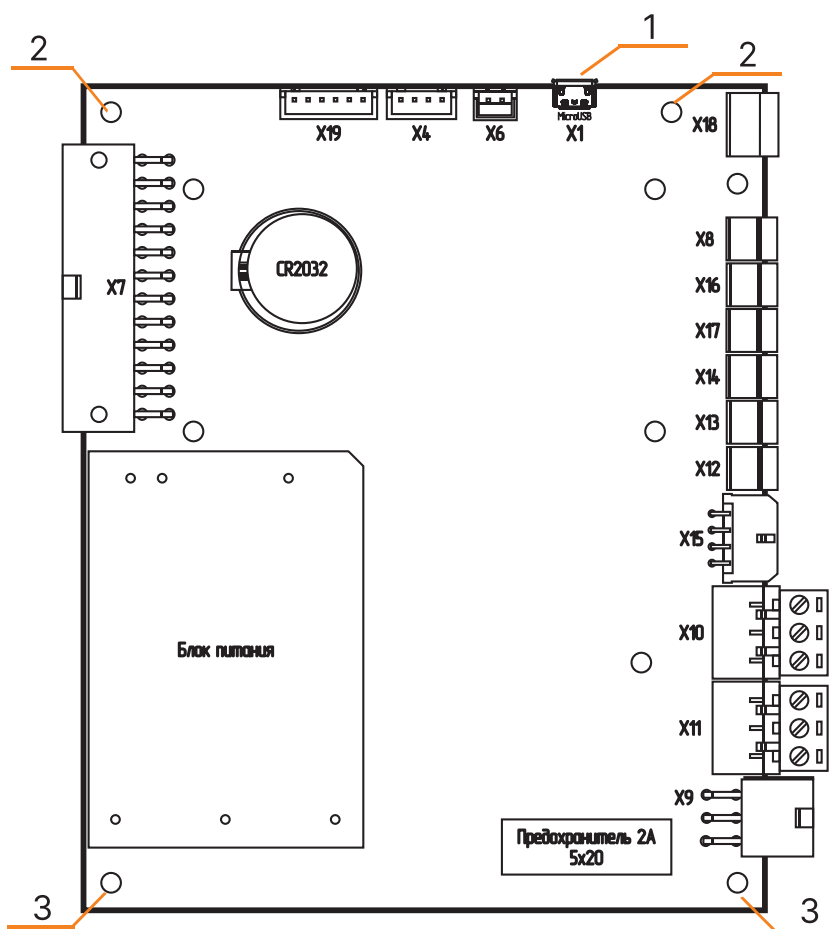

Рис.28 Плата контроллера
4. открутите винты (**Рис.28, поз.2**) крепления платы контроллера со стороны microUSB разъема;
5. немного ослабьте винты (**Рис.28, поз.3**) со стороны предохранителя;
6. подключите кабель microUSB-USB A к разъему X1 (**Рис.28, поз.1**) и к порту компьютера на операционной системе Windows;